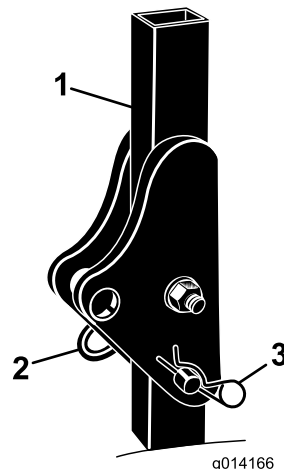

Рисунок 5
1. Извлеките 2 игольчатых шплинта и снимите 2 пальца с защитной дуги (Рисунок 5).
2. Поднимите защитную дугу в вертикальное положение и закрепите ее с помощью 2 пальцев и 2 игольчатых шплинтов (Рисунок 5).